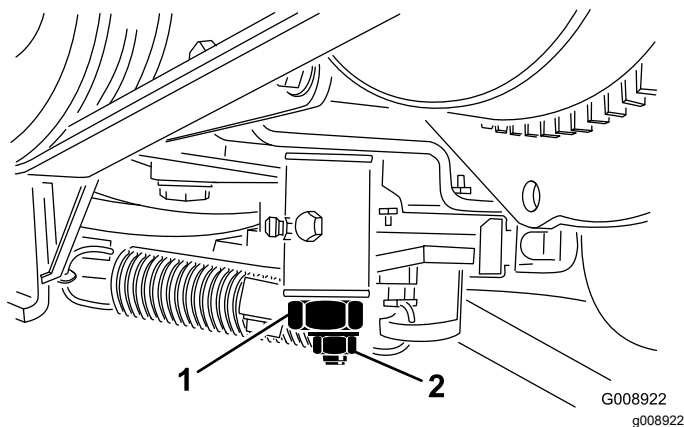

Figure 56
4. Desserrez le contre-écrou de la came de réglage de la transmission (Figure 56).